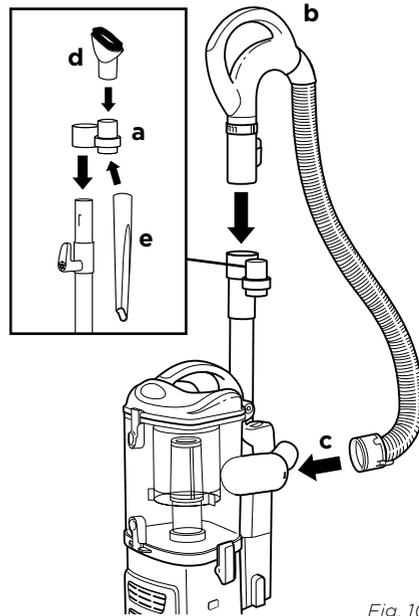

Fig. 10
- 4 Faites glisser le support pour accessoires **(a)**, situé à l'opposé de l'enrouleur pour cordon supérieur, par-dessus le tube rallonge. Alignez l'onglet avec la rainure et enfoncez-le. **(Fig. 10)**
- 5 Enfoncez la poignée **(b)** sur la partie supérieure du tube rallonge jusqu'à ce qu'il s'enclenche (vous entendrez un « clic »). **(Fig. 10)**
- 6 Insérez l'extrémité du tuyau extensible **(c)** dans le raccord à l'arrière du corps de l'aspirateur Lift-Away. **(Fig. 10)**
- 7 Rangez la brosse à épousseter **(d)** et le suceur plat **(e)** dans les logements du support pour accessoires. **(Fig. 10)**